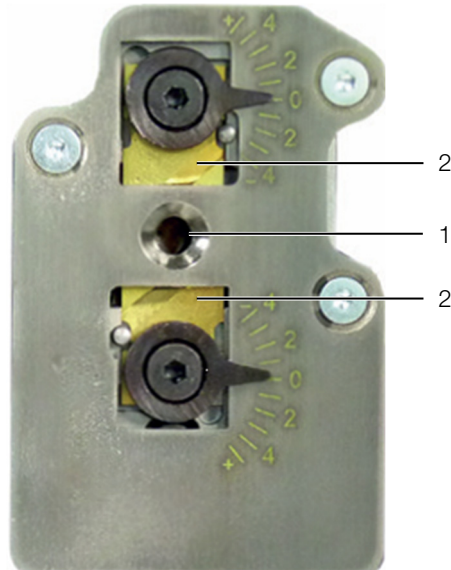

Imagen 19: Unidad pelacables
- Limpie la zona alrededor del taladro (imagen 19, pos. 1) con un pincel.
- Compruebe las cuchillas (imagen 19, pos. 2). En caso necesario sustituya las hojas (cf. sección 8.3 «Sustituir cuchilla»).